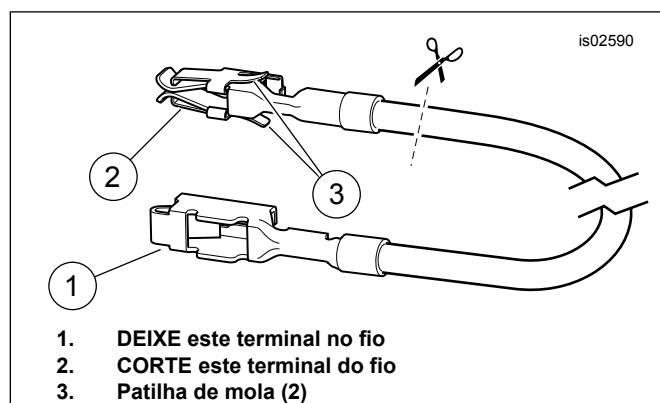

Figura 6. Fio adaptador do bloco de fusíveis
- Obtenha o fio adaptador de bloco de fusíveis cor de laranja/branco (10) do kit. Anote o terminal em cada extremidade (consulte Figura 6). Apenas o terminal **SEM patilhas de mola** cabe na cavidade do fusível. Corte cuidadosamente o terminal **COM** patilhas de mola do fio e elimine-o.